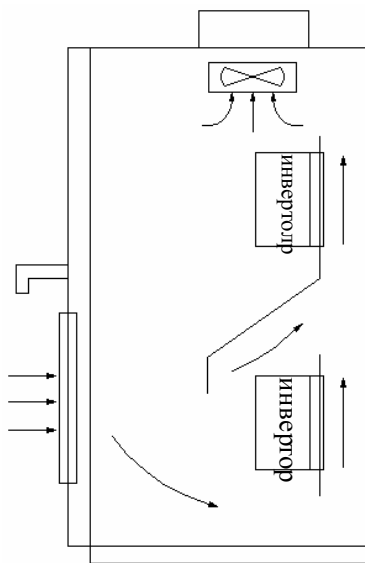

Рис. 3-2 Установка нескольких инверторов
- (3) При установке нескольких инверторов вверху и внизу необходимо установить между ними перегородку, см. Рис. 3-2.